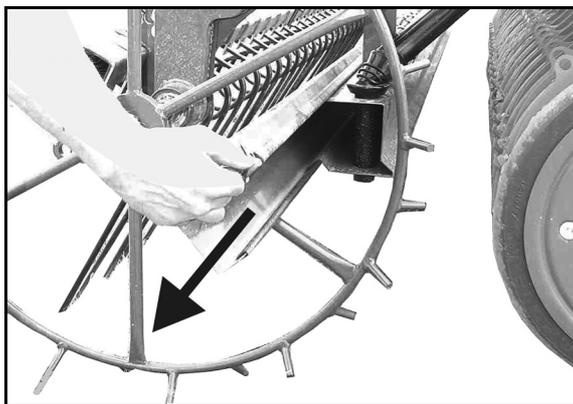

Fig. 27
- o Remplacez la manivelle et les augets d'étalonnage en position de transport (Fig. 27 / Fig. 30).